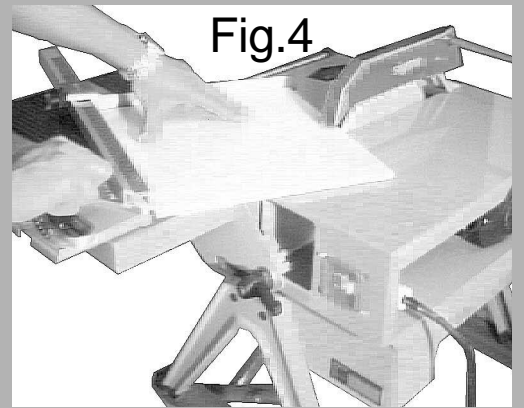

Fig.5
**-56a-afrund** enden af flisen let, for at undgå afslåede hjørner (fig.5).